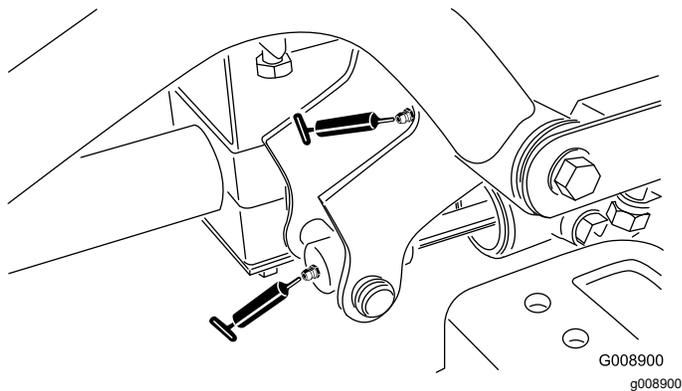

Figure 62
- Pivot de bras de levage avant droit et vérin de levage (2 graisseurs) (Figure 62)